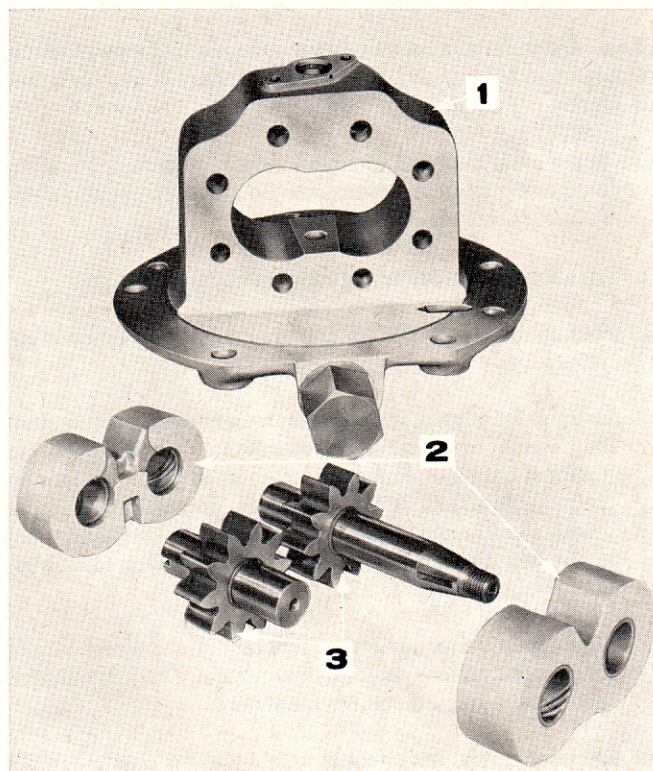

Figure 96: Corps, pignons et paliers de pompe avant
Disposer les paliers et les pignons de la manière représentée Figure 96. Dans cette position, le dégagement de la face de chaque palier est tourné vers les pignons. Dans chaque palier, la gorge la plus profonde est orientée vers le haut pour coïncider avec l'entrée de la pompe.
1. Le palier de gauche (arrière) étant dans la position représentée Figure 96, introduire le pignon d'entraînement (comportant un arbre fileté) dans l'alésage droit du palier.